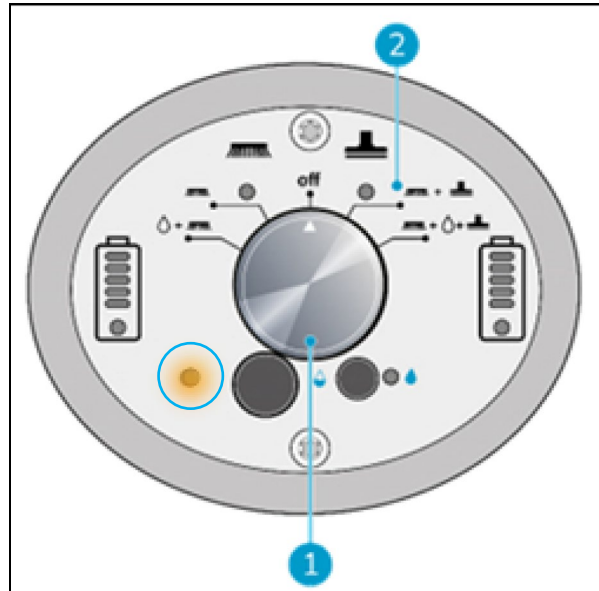

Figure 23
1. L'indicateur d'avertissement d'angle clignotera dans la zone entourée de bleu dès que l'opérateur descendra en dessous de 32 degrés. Le voyant s'allumera et la récupération d'eau sera interrompue. Lorsque la poignée est relevée au-dessus de 32 degrés, le moteur de l'aspirateur redémarre après 5 secondes. (figure 23)